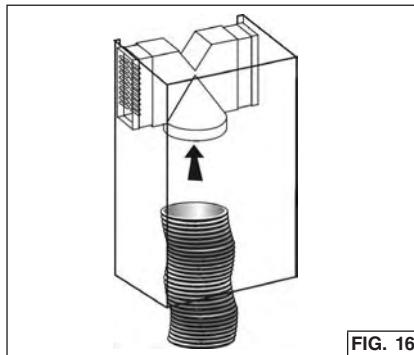

FIG. 16
4. Fixez la canalisation extensible de 12 cm (5 po) au collecteur et collez le joint avec de l'adhésif pour canalisation en aluminium. Fig. 16.